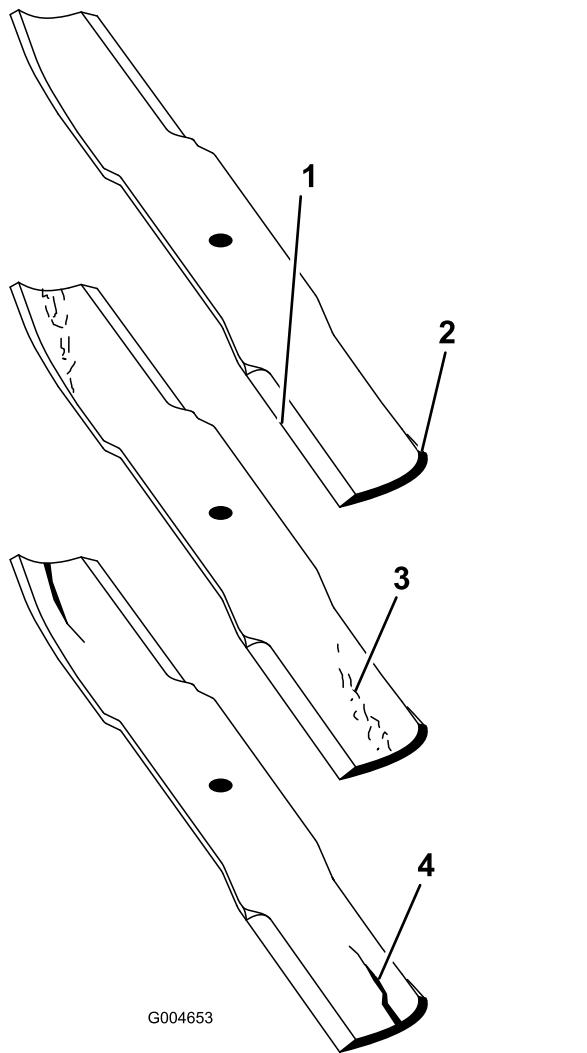

Bild 111
2. Prüfen Sie die Schnittkanten des Messers sorgfältig, insbesondere dort, wo die geraden Flächen die gebogenen berühren (**Bild 111**). Da Sand und anderes reibendes Material das Metall abschleifen kann, das die flachen und die gebogenen Teile verbindet, müssen Sie das Messer vor jedem Einsatz des Rasenmähers prüfen. Wenn Sie Abnutzungen (**Bild 111**) feststellen, sollten Sie das Messer auswechseln.